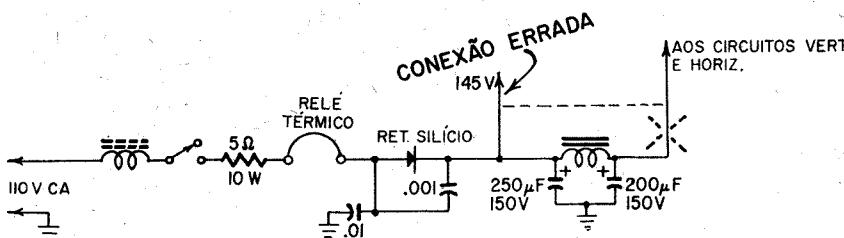

Figura 9
**Um caso de severa não-linearidade.** A causa está mostrada na figura 9.